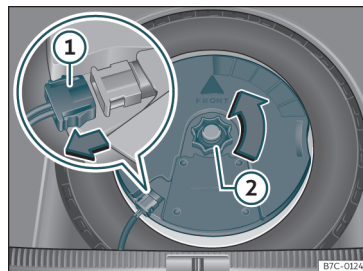

Fig. 228 En el maletero: desmontar el subwoofer.
- Desconecte el cable del altavoz *subwoofer* »» **fig. 228 ①**.
- Gire la ruedecilla de fijación en sentido contrario a las agujas del reloj »» **fig. 228 ②**.